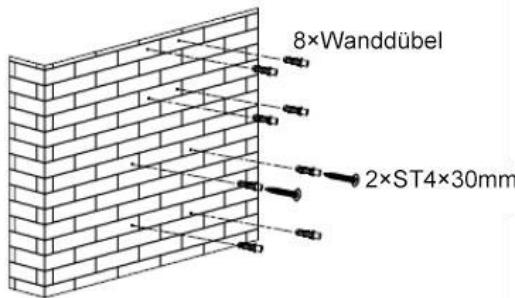

Bild 2
4. Nachdem Sie die Installationshöhe der Dunstabzugshaube bestimmt haben, bohren Sie acht  $\phi$  8 Löcher und setzen Dübel für die Haube, die Innenkaminhalterung und das Sicherheitsloch entsprechend der Haubengröße ein und befestigen dann zwei ST4×30mm Schrauben an der Wand. Achten Sie darauf, dass die Dunstabzugshaube waagerecht ausgerichtet ist und ein Abstand von 2-3 mm zwischen den Schrauben und der Wand zum Aufhängen der Haube eingehalten wird. Siehe Bild 2.